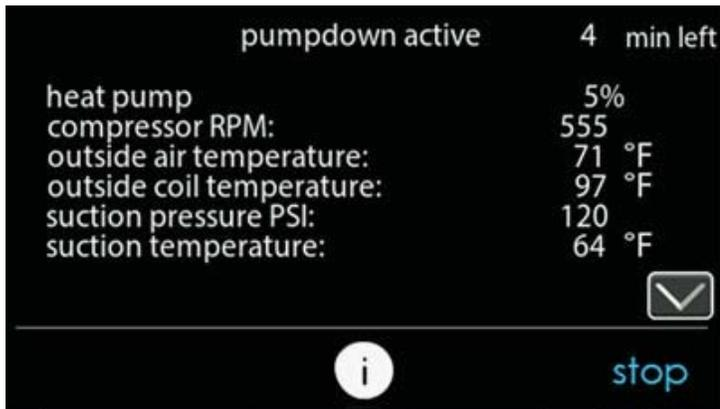

Fig. 23 – Pantalla "Pump Down Status" (Estado de bombeo)
4. Seleccione "Start" (Iniciar) en la IU para iniciar el proceso de bombeo. La unidad empezará a funcionar en el modo seleccionado después de un momento breve y se mostrará una pantalla de estado. Consulte la Fig. 23.